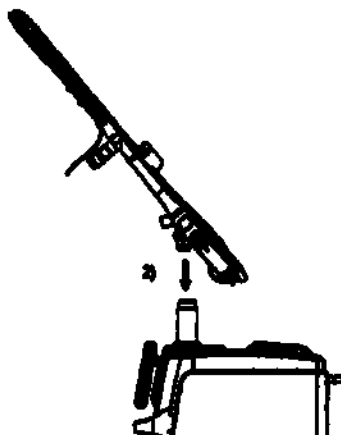

Рисунок 25 – Схема присоединения манипулятора к основному блоку
2) Вертикально вставьте соединитель манипулятора в соединитель на основном блоке и поверните по часовой стрелке для надежной фиксации (рисунок 25).